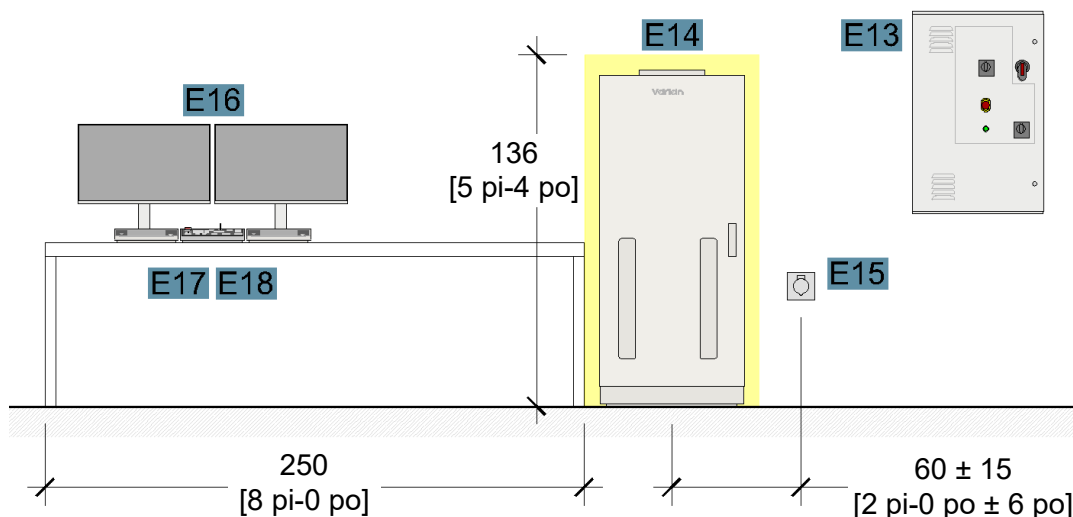

Figure 3-10 Configuration générique de la console de commande
La Figure 3-10 est une disposition générique. Le positionnement des composants peut varier en fonction des conditions particulières du site. Consultez le client pour connaître la disposition désirée et en cas de besoin d'espace supplémentaire.
**N'installez pas la prise CEI directement derrière l'armoire de la console. Elle doit être située sur l'un ou l'autre côté de l'armoire de la console, reportez-vous à la Figure 3-10.**
- (1) Prise CEI 60309 (**E15**) située sur l'un ou l'autre côté de l'armoire de la console